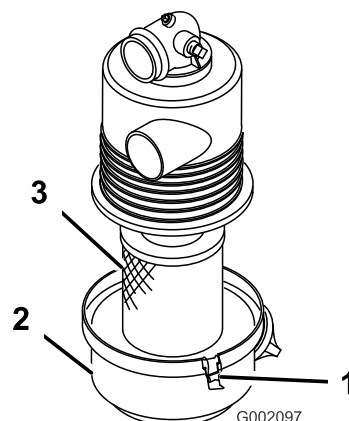

Bild 33
3. Lösen Sie die Laschen, mit denen die Abdeckung am Luftfilterkörper befestigt ist. Trennen Sie die Abdeckung vom Körper ab. Reinigen Sie die Innenseite der Luftfilterabdeckung (Bild 33).
4. Schieben Sie den Filter vorsichtig aus dem Körper heraus, um das Losrütteln von Staub zu minimieren (Bild 33). Vermeiden Sie ein Anstoßen des Filters am Filtergehäuse.